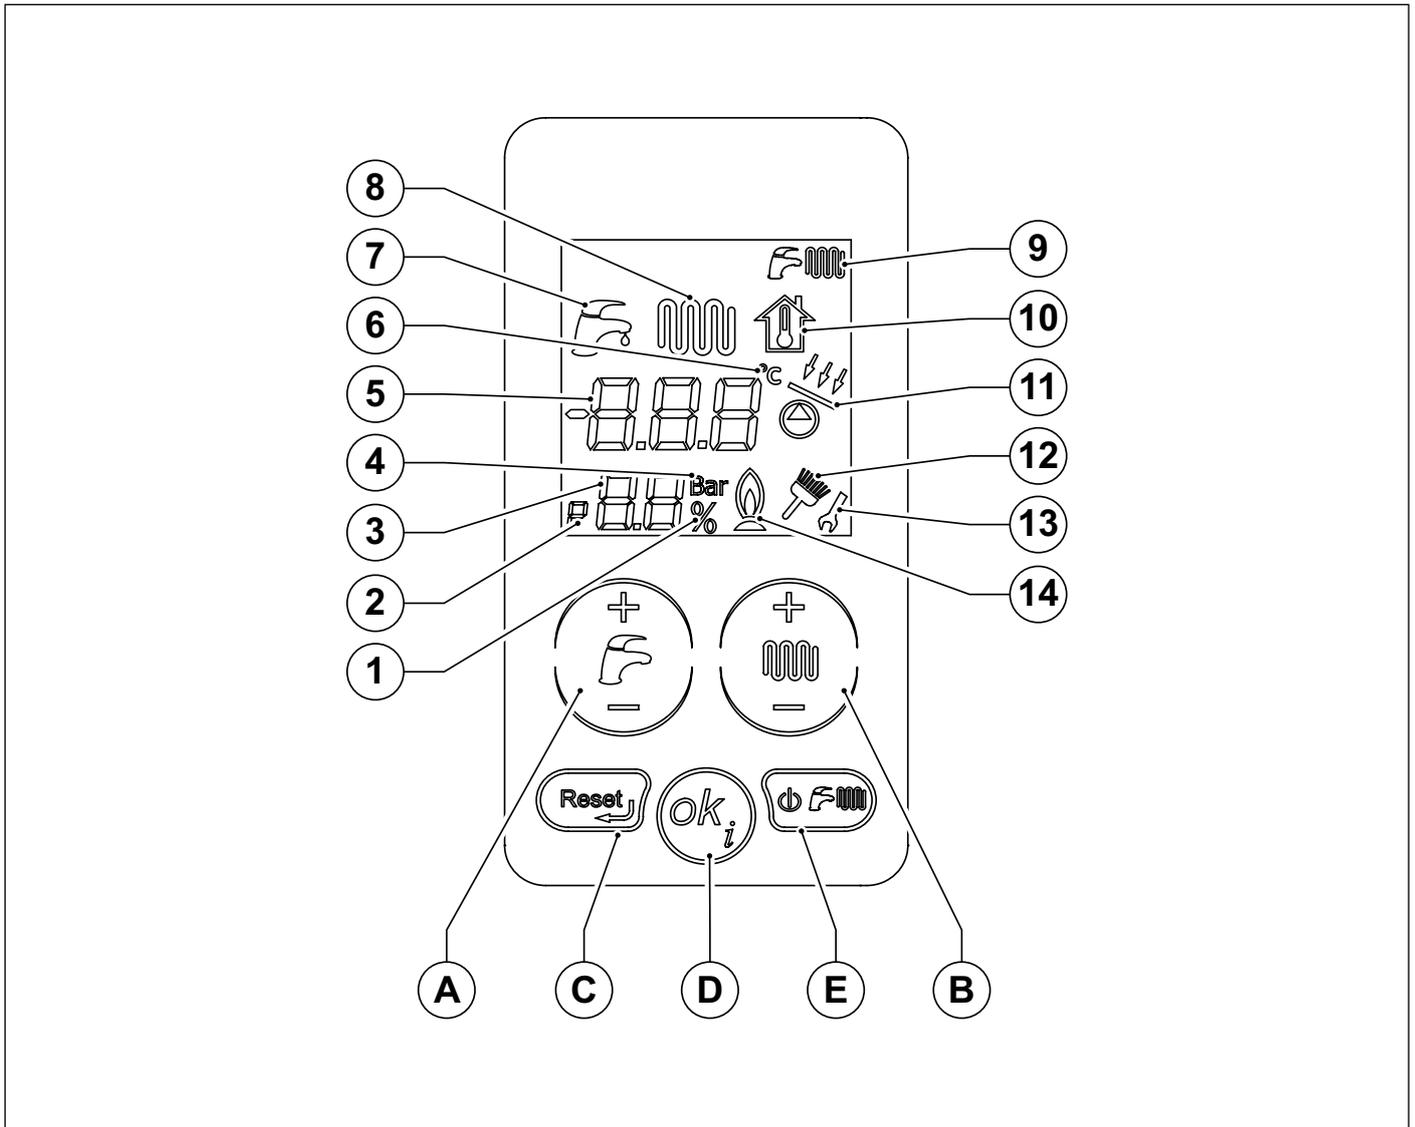

Abb. 1 Bedienoberfläche
1. Gerät einschalten, das Display der Regelung (Abb.1) leuchtet auf.